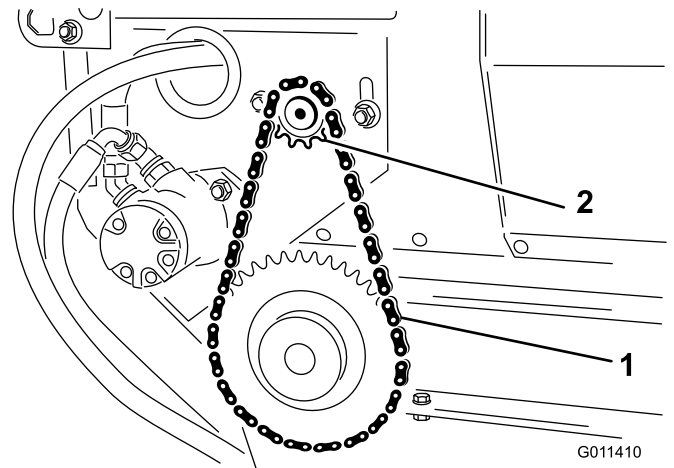

Figure 25
2. Desserrez les boulons et écrous qui fixent l'ensemble moteur et pignon au cadre principal (Figure 25).